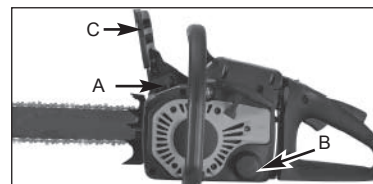

Fig. 8
1. Vul de brandstoftank (A) met het juiste brandstofmengsel (Fig. 8).
2. Vul de olietank (B) met de juiste ketting- en zwaardolie (Fig. 8).
3. Ga na of de rem uitgeschakeld is (C) voordat u de machine aanzet (Fig. 8).